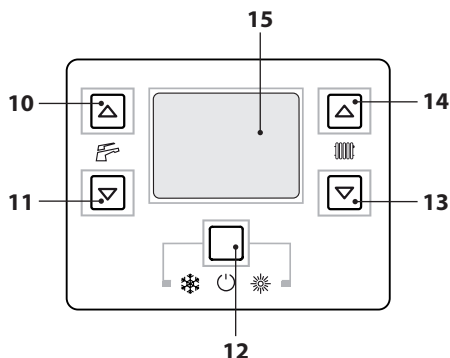
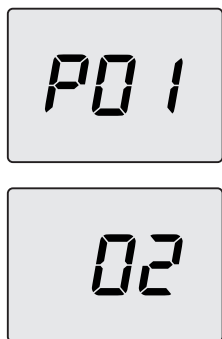

Figura 9.17
Figura 9.18
- Entrare in "modalità programmazione" premendo contemporaneamente per 10 secondi i tasti 12-13-14 (Figura 9.17) fino a far apparire sul display LCD le lettere **P01** che si alternano con il valore del parametro, indicanti l'entrata nel "parametro 01" (Figura 9.18).
- Premendo il tasto 12 (Figura 9.17) si ottiene la conferma del valore inserito.
- Premendo contemporaneamente per 10 secondi i tasti 12-13-14 (Figura 9.17) si esce dalla "modalità programmazione".